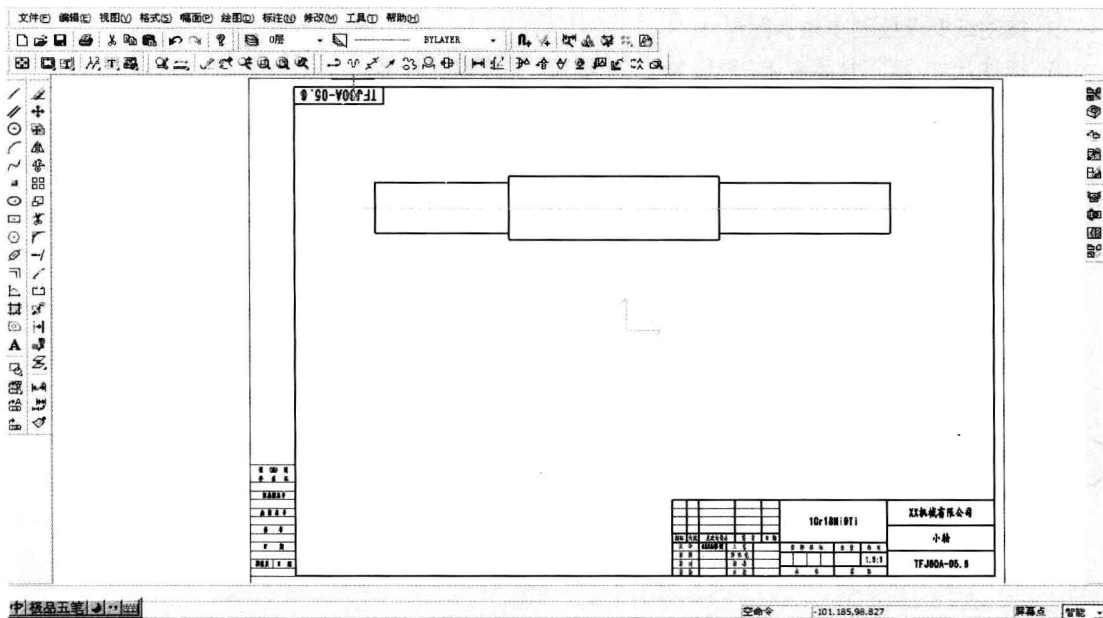

图1-3 孔/轴
② 单击工具栏上^①：“孔/轴”^②按钮，立即菜单^③1:轴 2:直接给出角度 3:中心线角度0，命令行提示插入点，在图框内合适位置任选一屏幕点，单击“确定”按钮，立即菜单^④1:轴 2:起始直径20 3:终止直径20 4:有中心线，命令行轴长度输入“50”，立即菜单^⑤1:轴 2:起始直径25 3:终止直径25 4:有中心线，屏幕下方命令行轴长度输入“78”，立即菜单^⑥1:轴 2:起始直径20 3:终止直径20 4:有中心线，命令行轴长度输入“31.5”，单击鼠标右键完成操作，如图1-3所示。